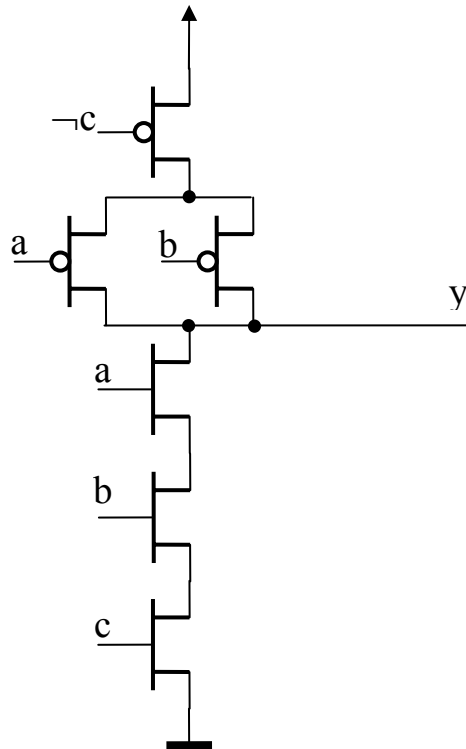

Abbildung 2.1
Abbildung 2.1 zeigt die FET-Realisierung einer logischen Funktion  $y(a,b,c)$ .
- Kann die Schaltung in Abbildung 2.1 eine sinnvolle Funktion haben? Falls ja – beschreiben Sie die zugrunde liegende Grundfunktion!